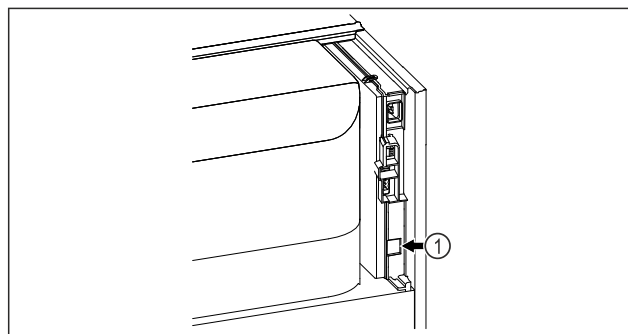

Fig. 125
- ☐ SmartModule Fig. 125 (1) je nasadený.